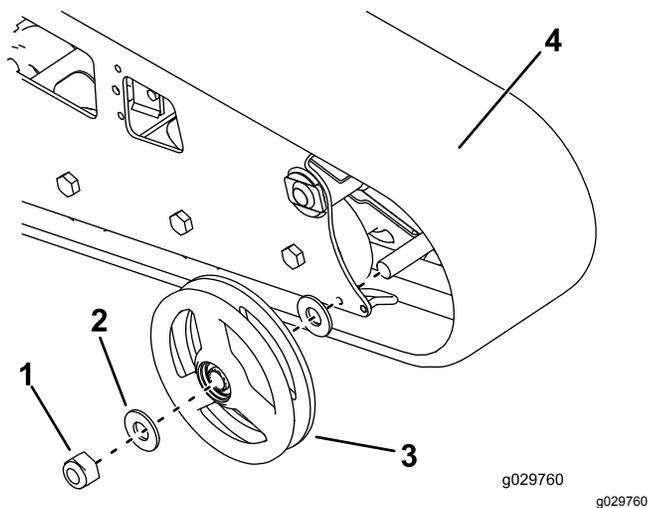

Bild 60
- Nehmen Sie die Mutter ab, mit der das äußere Vorderrad befestigt ist. Nehmen Sie das Rad ab (Bild 60).
8. Nehmen Sie die Kette ab (Bild 60).
9. Ziehen Sie die zwei großen Scheiben aus den äußeren Rädern, eine an jeder Radseite (Bild 60).
12. Setzen Sie die neue Kette ein (Bild 60).
13. Montieren Sie das äußere Vorderrad und befestigen es mit der vorher abgenommenen Mutter (Bild 60).